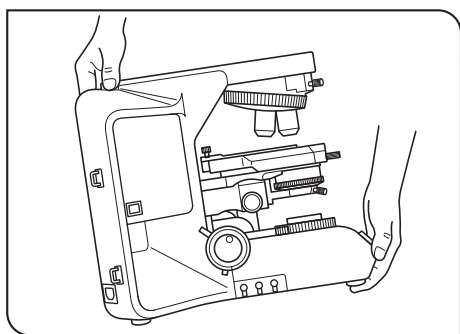

图 2
3. 移动显微镜时，先取下镜筒和样品，然后抓住镜臂后面的把手部分和机架前部，小心搬动显微镜，如图2所示。